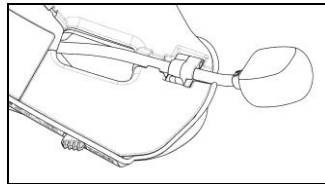

Abb. 15
- Schließen Sie den Clip. Kontrollieren Sie, dass die mit dem Schriftzug "n" versehene Seite des Mikrophons gegen das Helminnere gerichtet ist (Abb. 15).